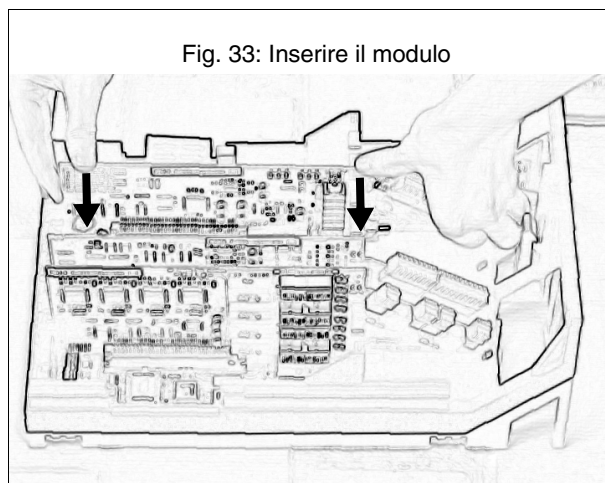

Fig. 33: Inserire il modulo
1. Inserire il modulo: Introdurre il modulo tra entrambi i blocchi scheda e premerlo verticalmente in basso verso la scheda base, fino a quando scatta in modo sicuro in posizione. Vedere la Fig. 33 a pagina 33.